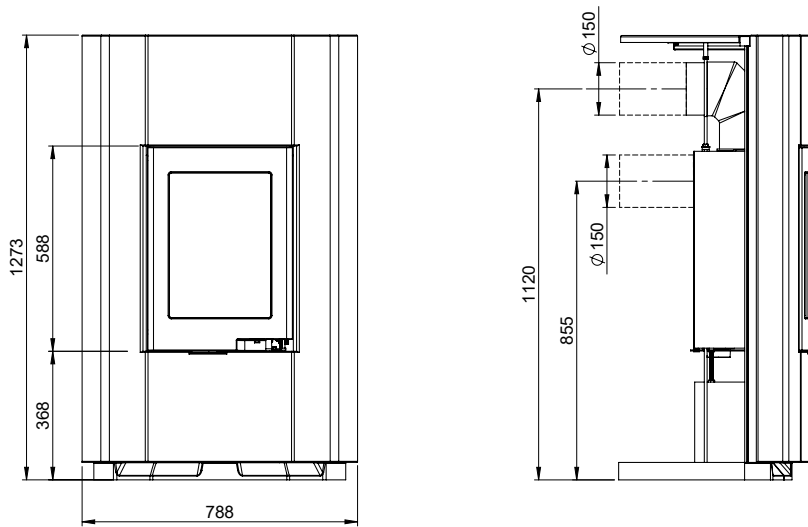

FIG 1c
**Ildstedet kan kobles til friskluft enten gjennom brannmur, eller gjennom utsparingen i bunnplaten som vist i FIG. 1c.**